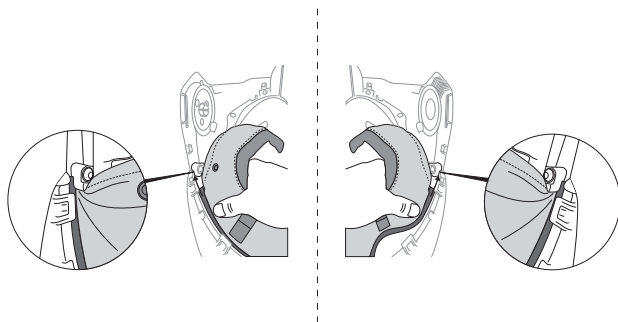

Fig. 20c
- Pour remplacer la membrane d'étanchéité faciale, faire en sorte que le dessous du masque de soudeur soit orienté vers le haut et que le tuyau d'admission d'air soit orienté vers le bas, puis positionner la membrane d'étanchéité faciale avec les languettes de préhension vers le haut. Insérer les bords externes du dispositif de retenue en plastique avant dans les rainures appropriées situées de chaque côté et insérer le centre dans la rainure située à l'avant du masque de soudeur. S'assurer qu'elle soit bien insérée dans les rainures au centre (Fig. 20c).